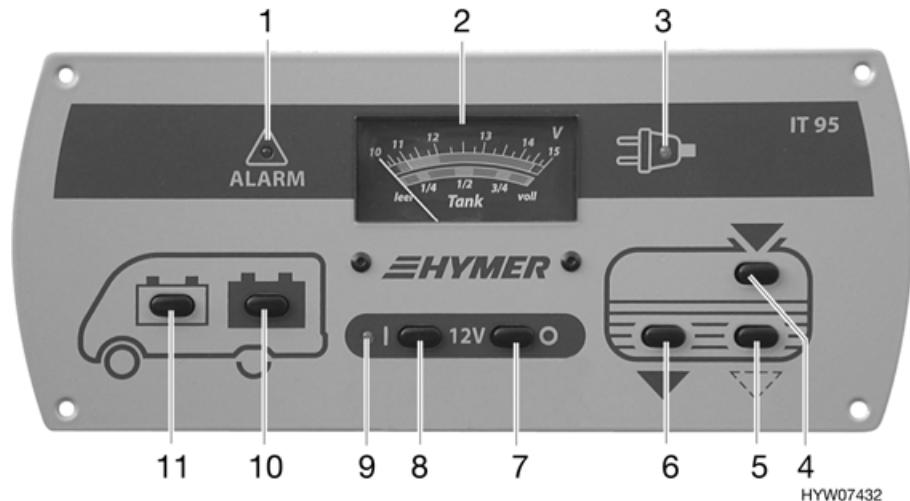

Bild 65 Panel (Camp Classic)
Beim Anzeigegerät V/Tank (Bild 65,2) die obere Skala beachten. Das Anzeigegerät wird automatisch beleuchtet, sobald ein Schalter gedrückt wird.
- Schalter (Bild 65,11) drücken : Die Batteriespannung der Starterbatterie wird angezeigt.
- Schalter (Bild 65,10) drücken : Die Batteriespannung der Wohnraumbatterie wird angezeigt.
Die rote Warnleuchte ALARM (Bild 65,1) blinkt, sobald die Spannung der Wohnraumbatterie 11 V (Messung im laufenden Betrieb) unterschreitet und damit Tiefentladung droht.
Beim Anzeigegerät V/Tank (Bild 65,2) die untere Skala beachten. Das Anzeigegerät wird automatisch beleuchtet, sobald ein Schalter gedrückt wird.
■ Schalter (Bild 65,4) drücken : Die Wassermenge wird angezeigt.
■ Schalter (Bild 65,6) drücken : Die Abwassermenge wird angezeigt.
Der 12-V-Hauptschalter (Bild 65,7 und 8) schaltet die 12-V-Versorgung des Wohnraums ein und aus.
■ Schalter (Bild 65,8) drücken "I": Die 12-V-Versorgung des Wohnraums ist eingeschaltet. Die Kontroll-Leuchte (Bild 65,9) leuchtet grün.
■ Schalter (Bild 65,7) drücken "O": Die 12-V-Versorgung des Wohnraums ist ausgeschaltet. Die Kontroll-Leuchte (Bild 65,9) erlischt.
Die 12-V-Kontroll-Leuchte (Bild 65,9) leuchtet, wenn der 12-V-Hauptschalter (Bild 65,8) eingeschaltet ist.
Die gelbe 230-V-Kontroll-Leuchte (Bild 65,3) leuchtet, wenn am Eingang des Elektroblocks Netzspannung vorhanden ist.